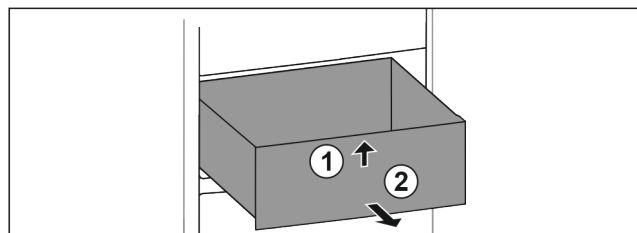

Fig. 60
- ▶ Підняти висувний ящик спереду. Fig. 60 (1)
- ▶ Вийняти висувний ящик рухом вперед. Fig. 60 (2)